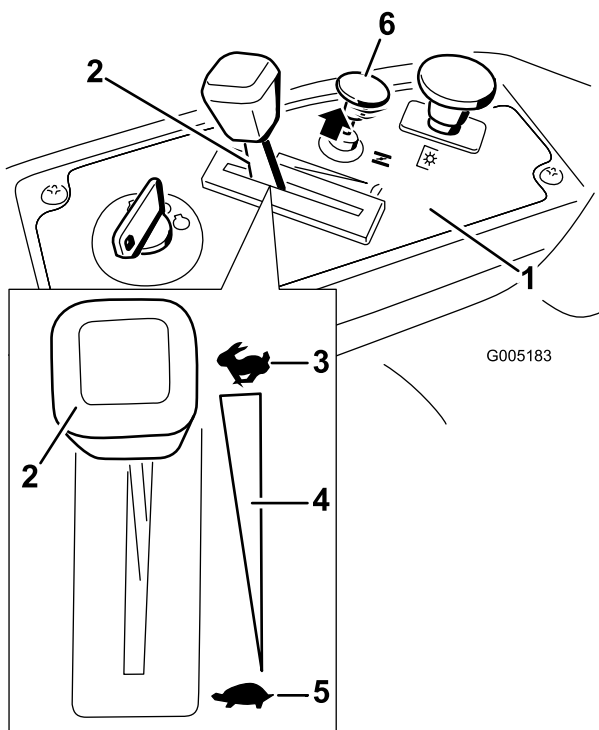

**Figura 11**
- Desengrane las cuchillas moviendo el mando de control de las cuchillas a Desengranado (Figura 11)
- Gire la llave de contacto a la posición Desconectado (Figura 11) y retire la llave.